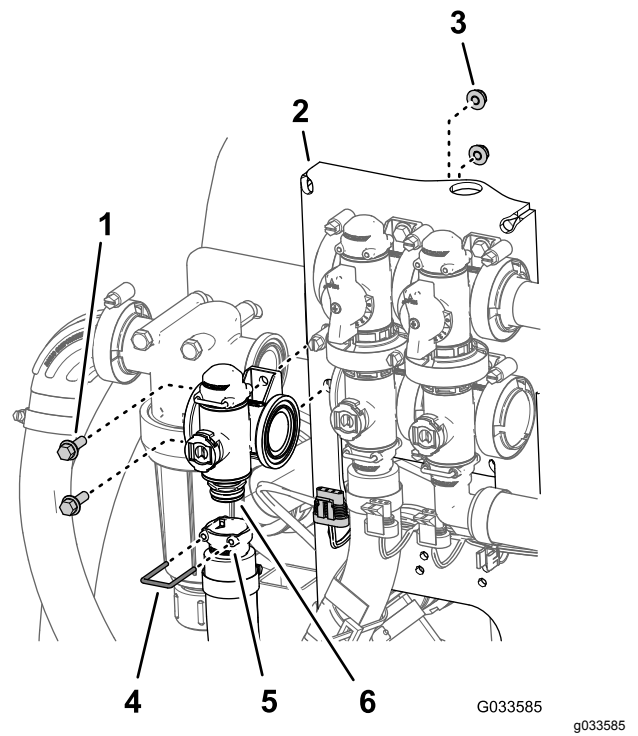

図 111
3. 散布量制御バルブをバルブマウントに固定しているフランジヘッドボルト $\frac{1}{4} \times \frac{3}{4}$ "2本とフランジロックナット $\frac{1}{4}$ "2個を外してバルブマニホールドを機体から取り外す 図 111。
2. 散布量制御バルブ用のマニホールドカップリングに出口フィッティングを固定しているリテーナを外す 図 111。